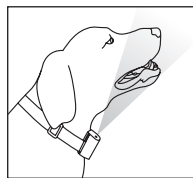

Abb. 2
2. Legen Sie Ihrem stehenden Hund das Halsband so um, dass die Sprühöffnung senkrecht zur Nase zeigt (Abb. 2) und stellen Sie die passende Größe ein.